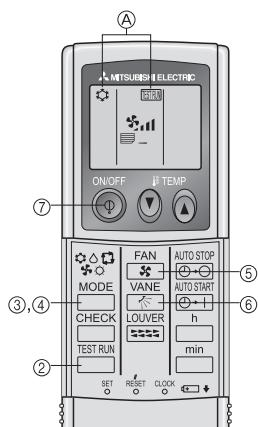

Fig. 6-2
6.2.2. Uso del comando a distanza senza filo (Fig. 6-2)